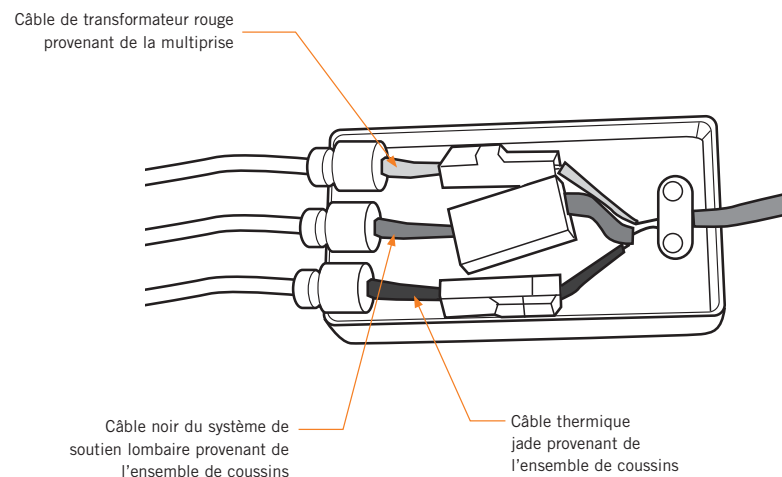

Fig.14
14. En faisant correspondre les couleurs de fil, branchez les trois connecteurs aux connecteurs correspondant dans la boîte de raccordement fixée au câble de panneau de commande. (jaune/jaune, rouge/rouge, noir/noir) (Fig.14).
15. Installez chacun des trois protecteurs de câble dans les fentes de boîte de raccordement, enfoncez-les complètement, puis enclenchez le couvercle de boîte de raccordement en place pour la fermer solidement (Fig. 14).